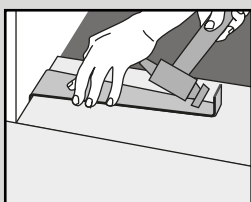

Fig. 6
6. Ga door met het leggen van de planken naar de andere kant van de ruimte tot de rij compleet is; gebruik een handroller als hulpmiddel. Alleen indien nodig een rubberen hamer en een restant van het product gebruiken om het product zachtjes aan te tikken. U kunt een slagijzer gebruiken om het product langs de randen van de ruimte in elkaar te duwen (Fig. 6).